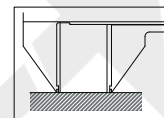

Fig.2
- Il calibro a corsoio verticale è impostato a zero sulla piastra (Fig. 2). La ganascia verticale e le ganasce orizzontali del calibro sono a contatto con la piastra; premere il pulsante '0' per impostare lo zero.